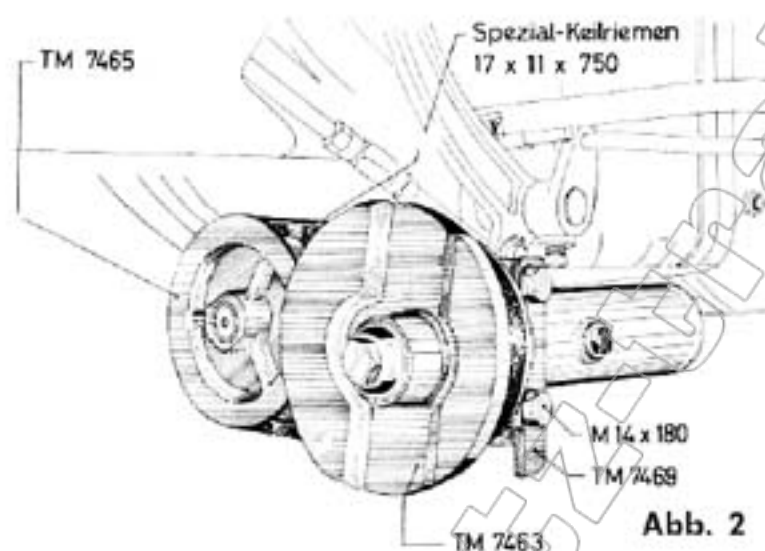
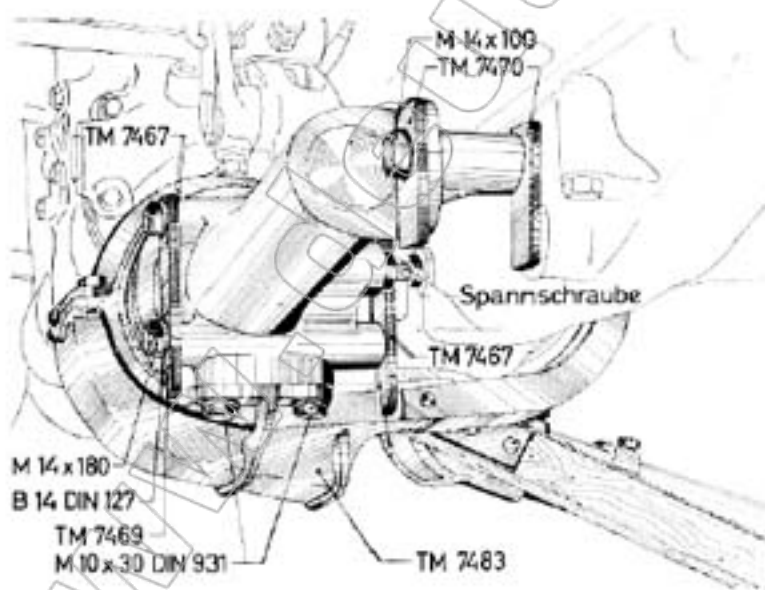
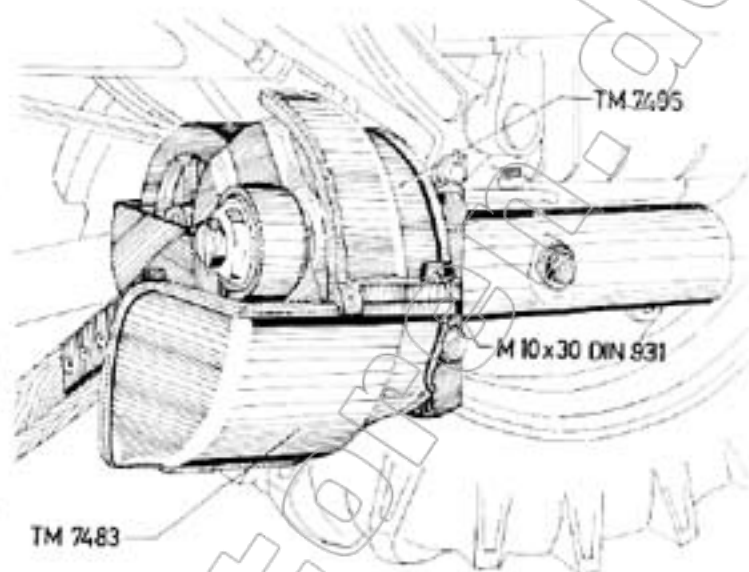

Abb. 2
Abb. 3
Abb. 13
2. Bevor das **Vorgelege** am Getriebegehäuse des Schleppers angeschraubt wird, muß die Unterlage TM 7469 (ohne Schlitz) an der äußeren Seite des Vorgeleges aufgelegt und dann die beiden Sechskantschrauben M 14×180 durchgesteckt werden (Abb. 2). Ohne Spannbeilagen TM 7467 wird nun das Mähantriebsvorgelege am Schleppergetriebe mit den lose aufgesetzten Sechskantschrauben M 14×180 bis ganz an das Getriebegehäuse angeschoben. Die beiden Spezialkeilriemen 17×11×750 (Abb. 2), dürfen **nicht gewaltsam** aufgelegt werden. Mit Hilfe der Spannschraube (Abb. 3) wird das Vorgelege so weit vom Getriebegehäuse abgedrückt, bis die Keilriemen die erforderliche Spannung haben. Dann wird die erforderliche Anzahl von Spannbeilagen TM 7467 zwischen Schleppergehäuse und Mähantriebsvorgelege geschoben. Die restlichen Spannbeilagen TM 7467 sind zwischen die Unterlage TM 7469 und dem Vorgelegegehäuse gemäß Abb. 3 zu legen. Die hintere Befestigungsschraube M 14×100 ist gemäß Abb. 3 einzusetzen. Hierbei ist zu beachten, daß die Anzahl der Unterlagen TM 7470 zwischen dem Vorgelege und dem Getriebegehäuse genau der Anzahl der vorderen Spannbeilagen TM 7467 entspricht.
12. Der **untere Schutzkasten** TM 7483 wird mit den Sechskantschrauben M 10×30 und den dazugehörigen Federringen B 10 am Vorgelege gemäß Abb. 3 befestigt. Der **obere Schutzkasten** TM 7495 wird mit einer Sechskantschraube M 10×30 sowie Sechskantmutter und Federring am unteren Schutzkasten TM 7483 befestigt (Abb. 13).